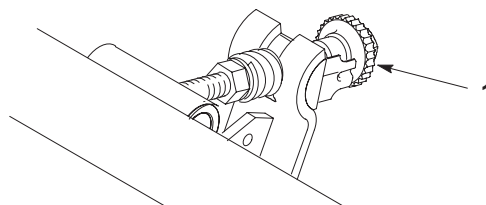

図3
- 19 mm (3/4) レンチを使って、ベッドナイフ調整ノブ（図3）を左に回し、リールとベッドナイフの接触を完全になくす。ノブを1ノッチ分ゆるめるとベッドナイフが0.013 mm下に移動する（図3）。